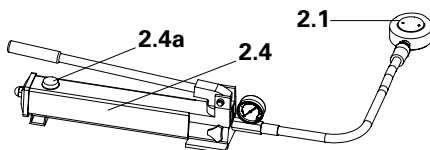

Fig. 10
4. Chiudere il coperchio di spurgo e di riempimento nel serbatoio dell'olio della pompa manuale. (Fig. 10)